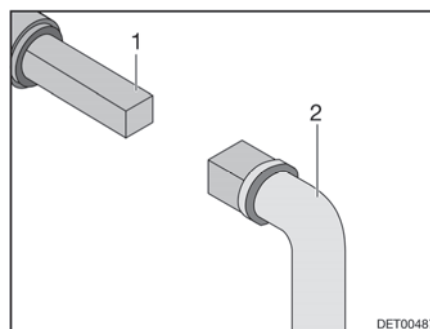

Fig. 147 Utilisation du robinet d'évacuation des eaux usées
- Insérer la clé (Fig. 147,2) sur la vis à quatre pans (Fig. 147,1).